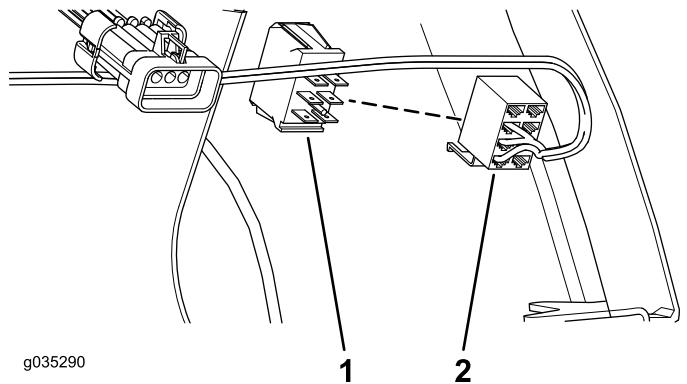

Figure 9
3. Connectez le connecteur femelle du faisceau de câblage aux lames de l'interrupteur à bascule (Figure 9).